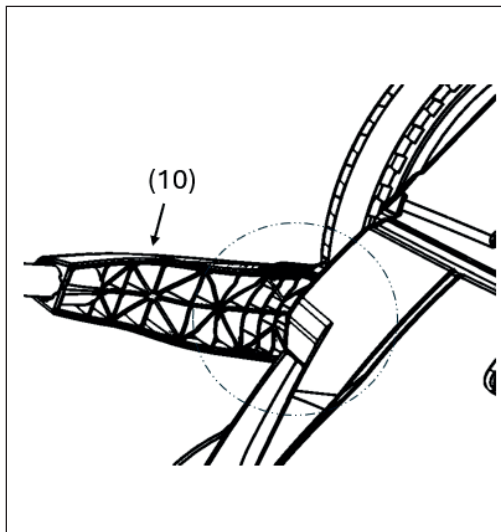

Fig. 9: Desmontaje del manillar
1. Coloque la barra de empuje de modo que la barra de la empuñadura (10) quede alineada con el borde de la tapa (fig. 9). En esta posición, el enganche de la empuñadura está alineado con la ranura del marco y la empuñadura puede extraerse ejerciendo una ligera presión hacia fuera.